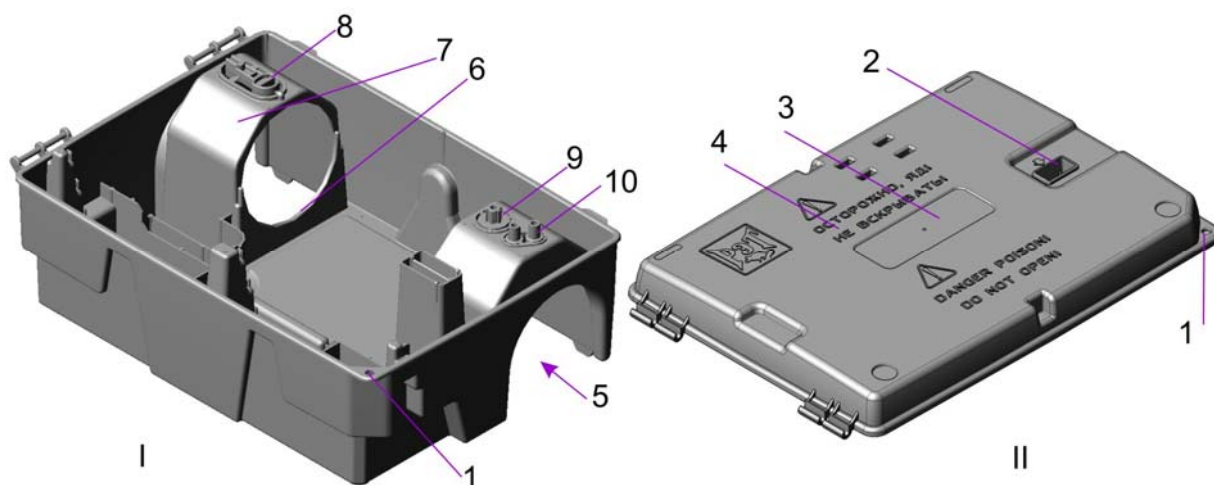

Рис.1
Контейнер (рисунок 1) состоит из корпуса (I), и крышки (II), закрепленной на шарнирных петлях. Крышка на защелке и открывается при помощи спецключа, при открывании откидывается влево, что обеспечивает удобную работу и обслуживание контейнера. На внешней стороне крышки расположены отверстие для спецключа (2), углубление под стикер (3), нанесенные заводским способом предупреждающий знак и надпись (4)1.